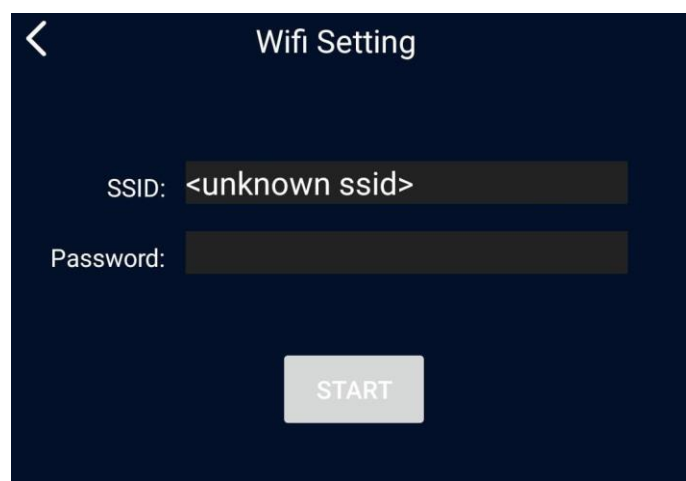

Figura 12 - Tela para configuração do Wifi
1. A janela para configuração do Wifi será aberta e no primeiro campo “SSID” (ver constará a rede Wifi que o celular está conectado. Esse campo é preenchido automaticamente. Já no campo “Password” deverá ser inserido pelo usuário a senha correspondente à rede Wifi do qual está conectado e após isso deve pressionar o botão “Start” (ver **Figura 12**).